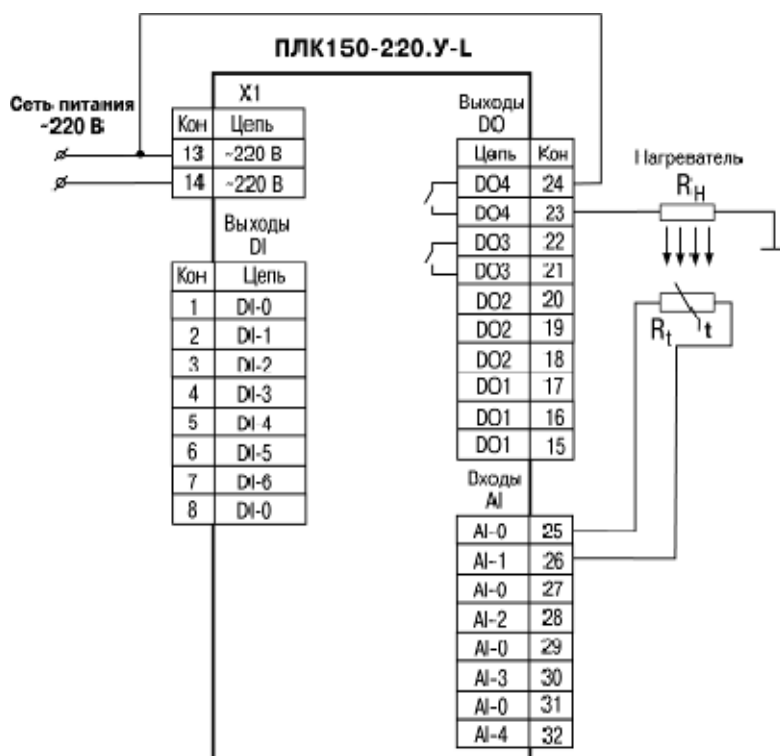

Рис. 3.1. Схема подключения элементов системы
1. Соберите систему в соответствии со схемой на рис. 3.1